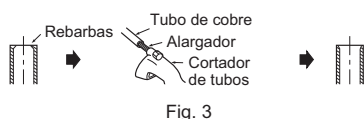

Fig. 3
- Ao ligar a mangueira de drenagem ao tubo rígido de cloreto de vinilo, certifique-se de que a insere firmemente no tubo. (Fig. 3)
- Coloque o tampão de drenagem na secção à qual a mangueira de drenagem será ligada na parte posterior da unidade interior. (Fig. 3)
- 2) Retire completamente todas as rebarbas da secção transversal de tubo. (Fig. 3)